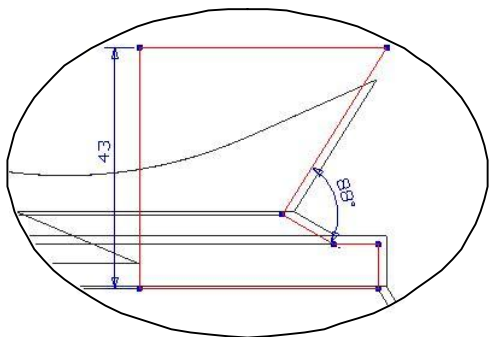

图4-21
19. 在【成形特征】工具条中单击【草图】按钮，弹出【基准平面】悬浮工具条，然后依次单击【zc-xc】和【确定】按钮进入二维草图界面，绘制图 4-21 所示的草图轮廓。